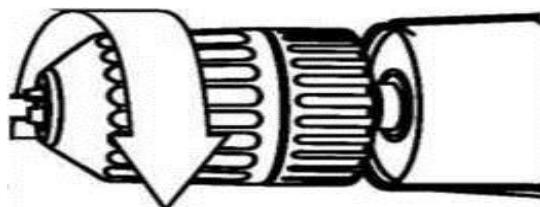

Рис. 1 Дрель электрическая.
- 4.1. Общий вид дрели ручной электрической представлен на рис. 1.
- 4.2. Крепление патрона (1) (рис.1) на шпинделе осуществляется при помощи винтового соединения.
4.5. Включение/выключение инструмента осуществляется клавишей выключателя (3) (рис. 1) на рукоятке дрели. Для удобства вашей работы в инструменте предусмотрен фиксатор выключателя. Не пользуйтесь фиксатором при работах, в которых может понадобиться внезапная остановка.